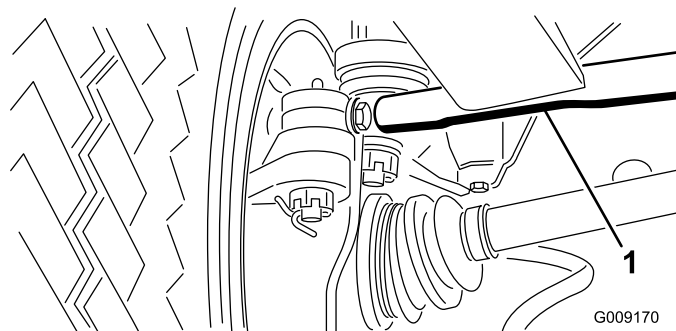

Figura 57
- na roda direita da frente, desaperte as porcas em ambas as extremidades da barra de direcção (Figura 57).